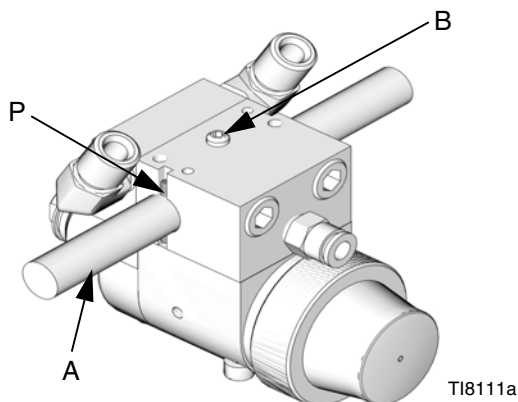

FIG. 3: Montaggio braccio alternativo
1. Inserire la barra di montaggio (A) nel foro del connettore come mostrato in FIG. 3.